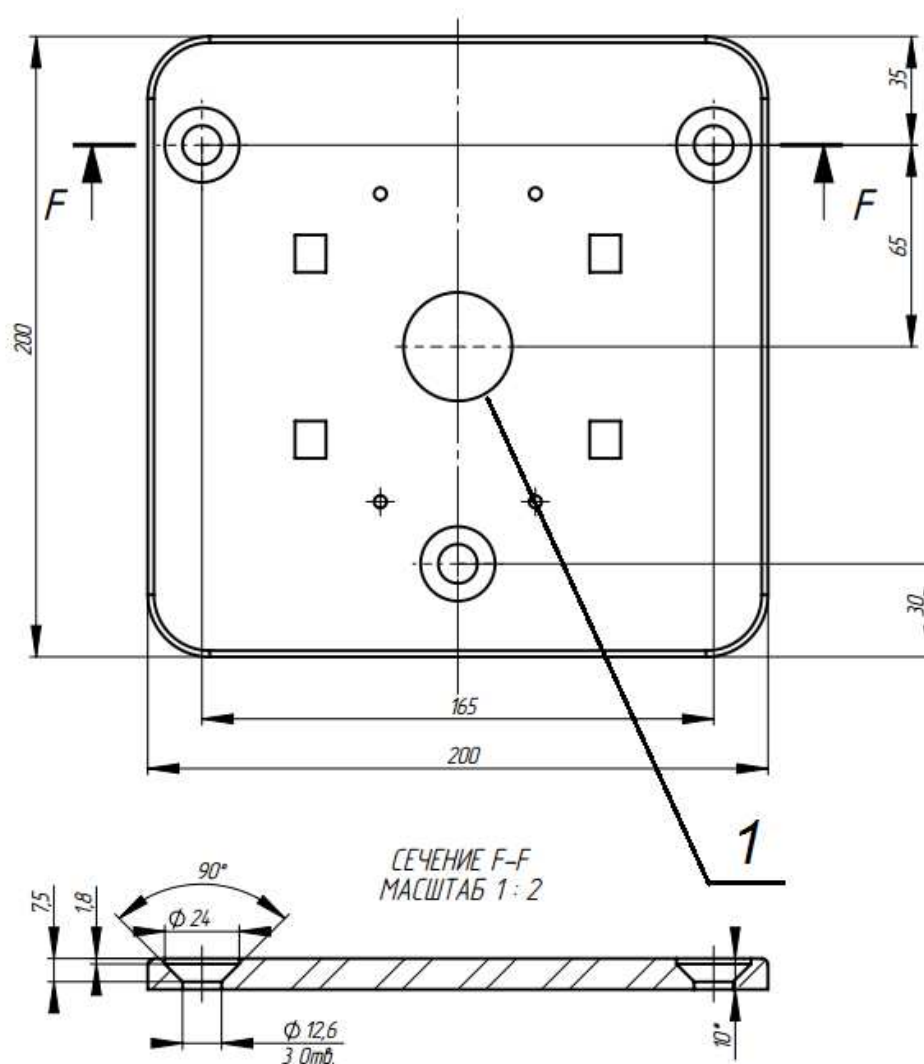

Рис. 7. . Установочные размеры (дан чертеж нижней опоры турникета)
4.2.3. По установочным размерам (рис. 7), подготовьте 3 отверстия диаметром 12 мм в полу под анкера крепления стойки турникета. Расположение монтажных отверстий относительно внешних габаритов турникета представлено в Приложении 3(рис. 17). Глубина закладного отверстия 120 мм она должна превышать длину анкера на 5 мм. Вставьте анкера в отверстия.
4.2.4. Подводка кабелей производится через отверстие 1 (рис. 7) в нижней плите турникета. Необходимо подготовить штробу для прокладки кабелей.
4.2.7. Установите стойку турникета на подготовленную площадку (рис. 7). Заведите в корпус турникета кабели от ПУ, БП и, при необходимости, кабели СКУД и ОПС. Подводка кабелей производится через отверстие 1 в нижней плите турникета (рис. 7). Закрепите кабели кабельными стяжками.